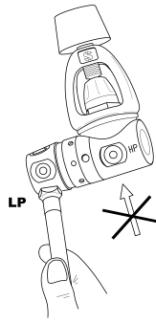

рис. 1
Подсоедините шланг низкого давления (LP) высокопоточного клапана инфлятора или A.I.R. 2 к свободному порту низкого давления первой ступени, **который должен иметь такую же резьбу** (рис.1).